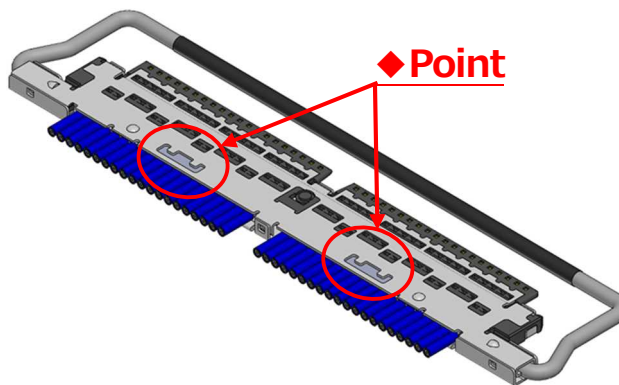

Fig.8 SHELL-B と GND BAR の半田付け部
- ③ SHELL-B と GND BAR を半田コテにて全箇所半田付けする。(Fig.8◆部)